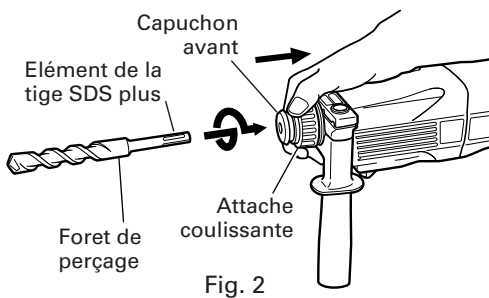

Fig. 2
## 6. Montage du foret de perçage (Fig. 2)
- (1) Pour fixer un foret de perçage (tige SDS plus), tirer complètement l'attache coulissante dans le sens de la flèche, comme indiqué sur la Fig. 2, puis insérer le foret tout en le faisant tourner jusqu'à ce qu'il atteigne le fond.
- (2) Lorsque l'attache coulissante est relâchée, le foret est fixé.
- (3) Pour retirer le foret de perçage, tirer complètement l'attache coulissante dans le sens de la flèche et sortir le foret.